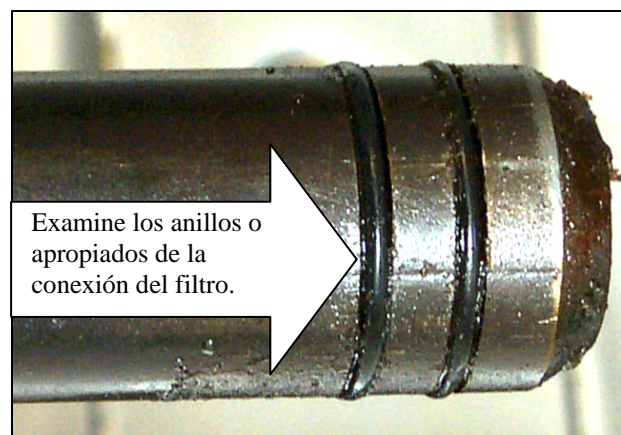

FIGURA 2
2. Inspeccione el accesorio de conexión de la fuente del filtro para asegurar que ambas juntas tóricas estén en buen estado. (Ver Figura 2)